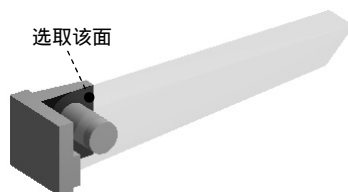

图 7.6.68 定义目标面
(3) 定义目标面。单击以激活 **Target** 后的文本框，选取图 7.6.68 所示的模型表面为目标面，单击 **Apply** 按钮。